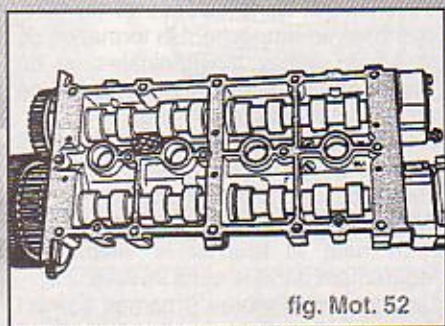

fig. Mot. 52
- Appliquer une couche mince et régulière de produit d'étanchéité sur la surface d'étanchéité propre du carter d'arbres à cames, voir surface tramée sur la figure (fig. Mot. 52).